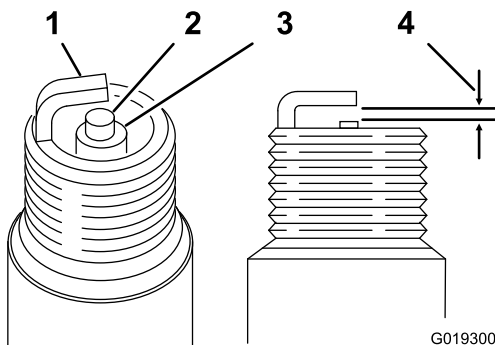

Figura 31
Folga: 0,70 a 0,80 mm; consulte Figura 31
3. Defina a folga para 0,70 a 0,80 mm (Figura 31).